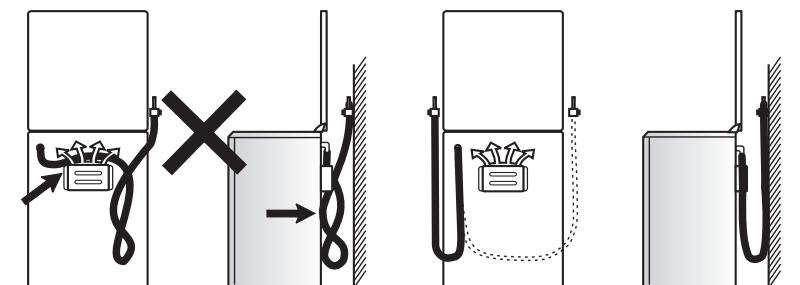

Рис. 9
- ПОМНИТЕ:** После установки плиты на место обязательно проверьте положение гибкого шланга подвода газа и шнура питания (рис.9). Они не должны проходить в зоне горячего воздуха дымохода. Во время работы духовки там возникает большая температура, которая может их повредить.